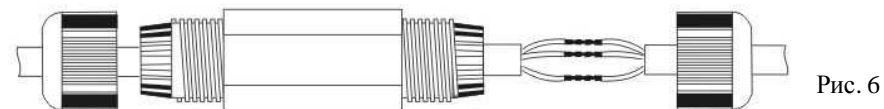

Рис. 6
- Соедините провода. При соединении проводов обратите внимание, что заземляющий провод маркирован желто-зеленым цветом. Запрещается соединение заземляющего провода с нулевым или фазным. См. рис. 6